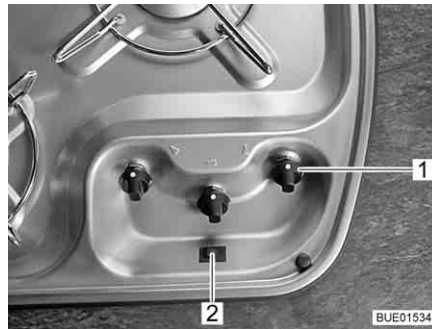

Fig. 211 Elementos de mando para la cocina de gas
- Girar el regulador giratorio (Fig. 211,1) correspondiente al quemador deseado a la posición de encendido (llama alta).
- Presionar el botón de encendido (Fig. 211,2). En el quemador se producen chispas de encendido.